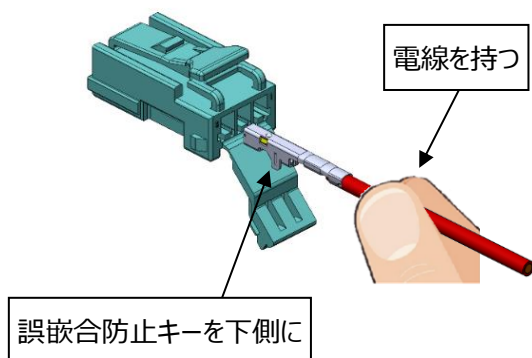

図 25.端子挿入方向：一列タイプ
- ①端子が正しく圧着されているか、傷・変形・異物の付着が無いかを確認して下さい。
- ②図 25・26 に示す様にメス端子挿入時は電線を持って挿入して下さい。
- ③図 25・26 に示す向きで該当するハウジングのコアホールの奥に突き当たるまで挿入して下さい。
- ④メス端子挿入後は、電線を軽く手前に引き、係止されているかを確認して下さい。